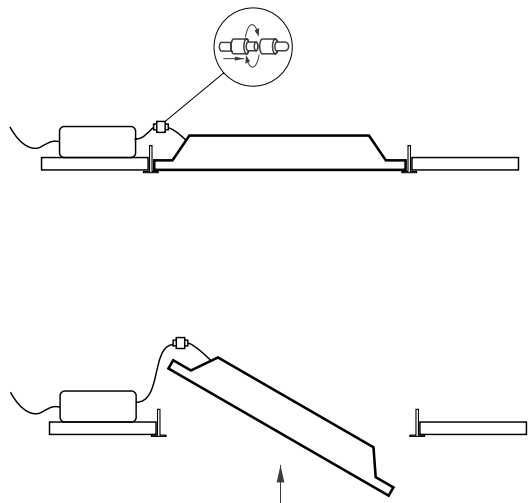

Рис. 2. Установка и подключение светильника
- 3.5. Установите светильник и блок питания в ячейку Т-образного профиля для потолка «Армстронг», как показано на рис. 2. Не размещайте блок питания на задней поверхности светильника. Разместите блок питания на соседней декоративной панели. Это снизит нагрев и продлит ресурс светильника.